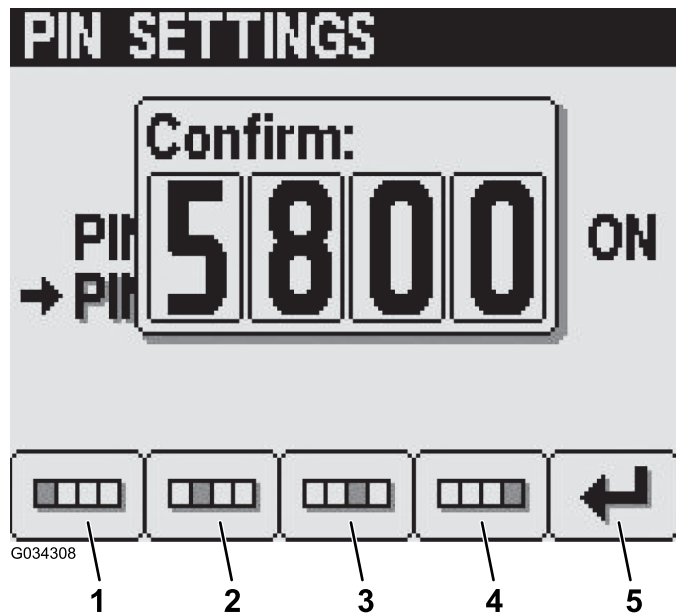

Bild 20
- Bestätigen Sie mit den Tasten 1 bis 4 die neue PIN und drücken Sie Taste 5, um die PIN-Eingabe abzuschließen (Bild 20).
Hinweis: Nach dem Bestätigen der PIN-Einstellungen (Bild 20) wird für ungefähr fünf Sekunden ein Bildschirm „Pin Correct“ angezeigt.